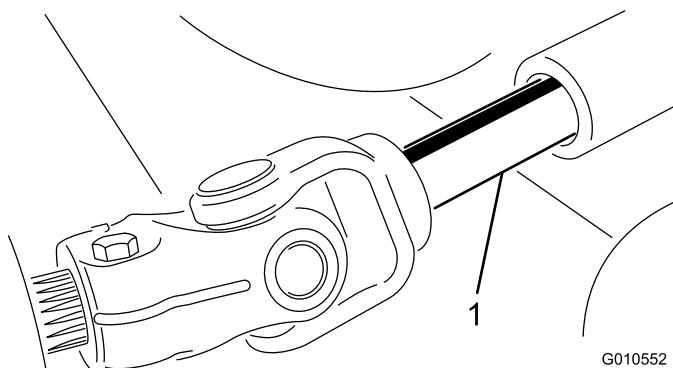

Figure 20
- Éloignez le plateau de coupe de la machine, en séparant les parties mâle et femelle de l'arbre de PDF (Figure 20).
- Insérez l'arbre de PDF mâle dans l'arbre de PDF femelle (Figure 20).